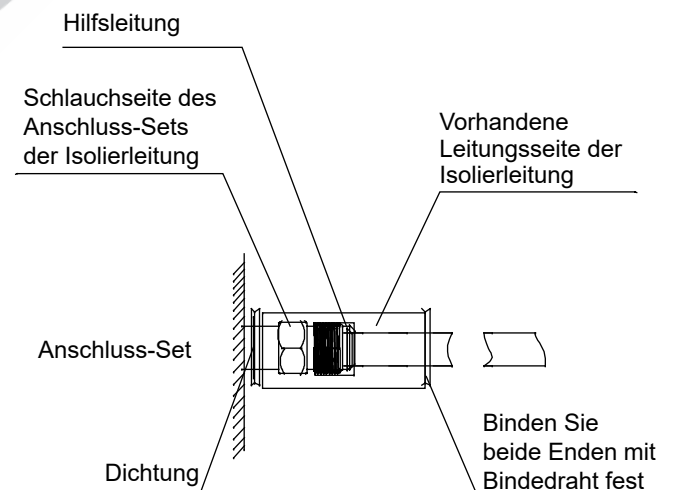

Abb.2
- (1) Bitte schließen Sie die Verbindung gemäß den Anforderungen an, um sicherzustellen, dass an beiden Enden kein Gas austritt.
- (2) Die Halteklammer darf nicht zu fest angezogen werden, um die Dicke der Isoliermaterialien zu gewährleisten.
- (3) Verbindungen aus Isoliermaterialien (vor Ort gekauft) für die oberen Bördelmutteranschlüsse müssen nach oben gewickelt werden.
- (4) Stellen Sie sicher, dass die Verbindungen der Isoliermaterialien nach oben verlegt werden. (Siehe Abb. 2)